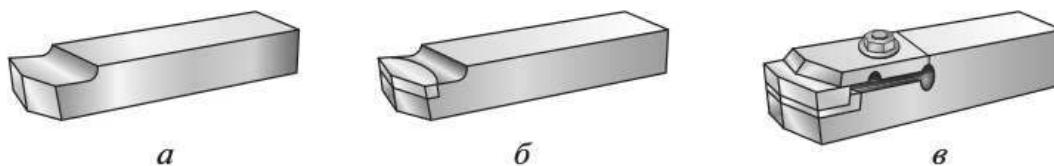

Рис. 5.19. Резцы по способу крепления режущей части: а — цельный; б — с напаянной пластинкой; в — с механическим креплением пластиинки
5. По способу крепления режущей части: цельные, сварные, с напаянной пластинкой, с механическим креплением пластиинки (рис. 5.19).